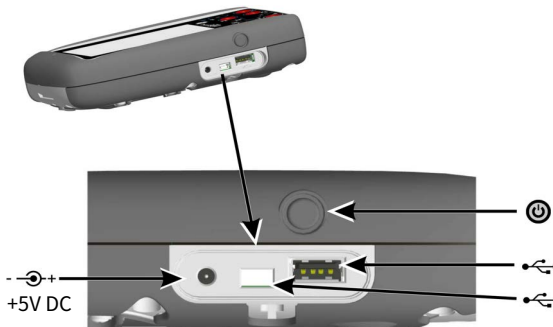

図 2: 側面
1. DC 電源/充電装置を本体側面の +5V_{DC} 接続部に接続します (「図2 側面」を参照)。
2. バッテリーは USB 接続により充電することもできます (「図2 側面」を参照)。
オフ状態からの場合 - ダッシュボードが表示されるまで電源ボタンを (「図 2 側面」を参照) を押します。